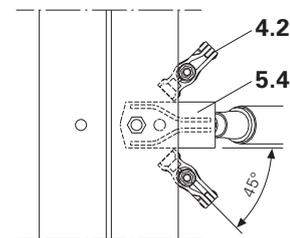

Fig. B2.01.2
- Poser en sus une pince (4.2), respectivement à droite et à gauche de la platine de fixation AV (5.4). Pour la disposition, voir Fig. B2.01.2 et homologation pince.